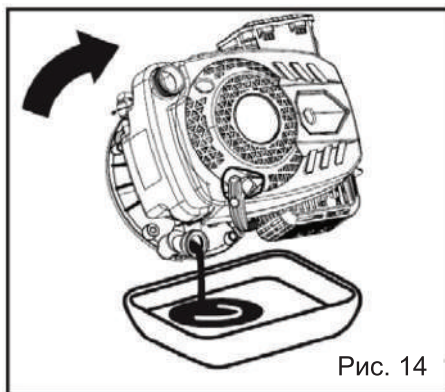

Рис. 14
5. Наклоните газонокосилку на бок и слейте отработанное масло из картера двигателя через маслозаливную горловину в заранее подготовленную емкость (Рис. 14).